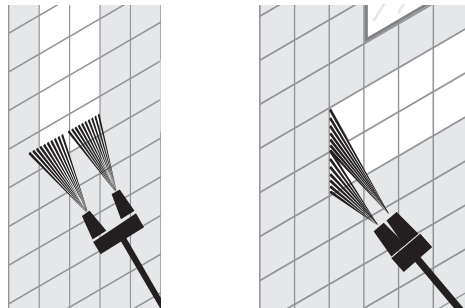

Fig. 8
4. Gire la pistola de pulverización (9) para orientar el chorro en modo ventilador de una manera mejor (Fig. 8).